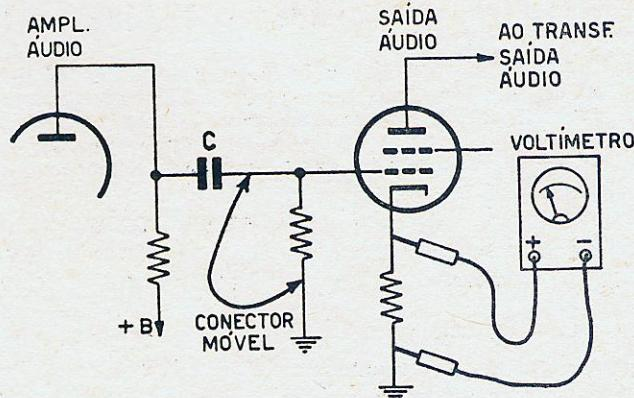

Figura 3
**II — Som distorcido:** suspeita-se que a causa seja fuga no condensador de acoplamento (C na figura 3). Pode-se verificar isto sem desligá-lo do circuito, do seguinte modo. Liga-se um voltímetro